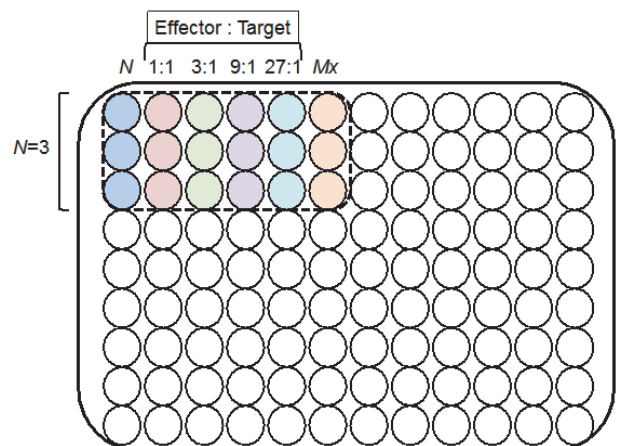

図1 実験例
6. エフェクター細胞の希釈系列を作成し100  $\mu$ l ずつ96 well-plateへ播種 (図1)